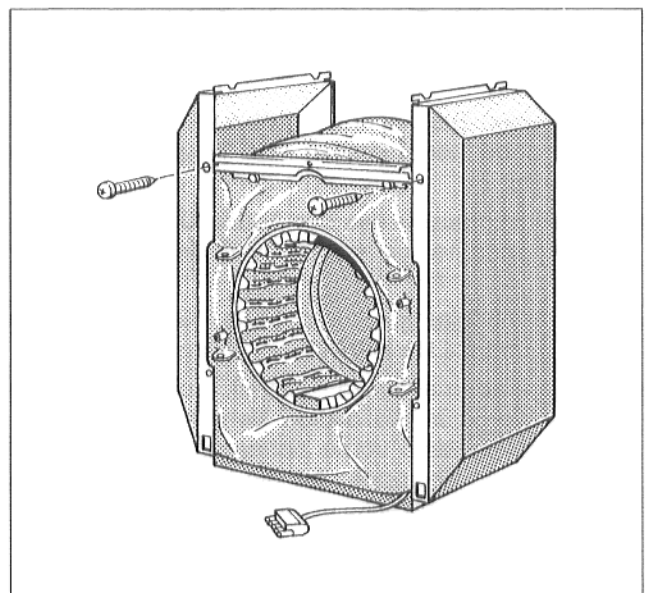

Abb. 12
- Seitenwände mit Blechschrauben in der vorderen und hinteren Traverse verschrauben (Abb. 12).